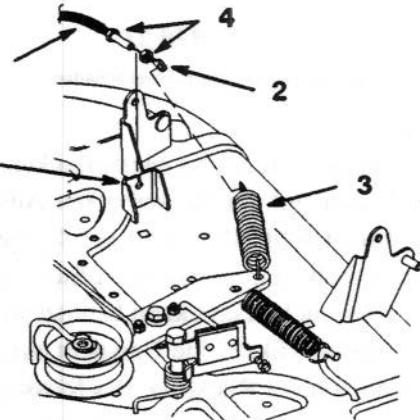

Bild 40
6. Den Messerbogenzug (ZWA)-Ring aus der Mitläufefeder aushaken (Bild 40).
7. Die Klemmutter vom Messerbogenzug (ZWA)-Ring am Befestigungswinkelprofil entfernen. Den Zug vom Profil abschieben (Bild 40).